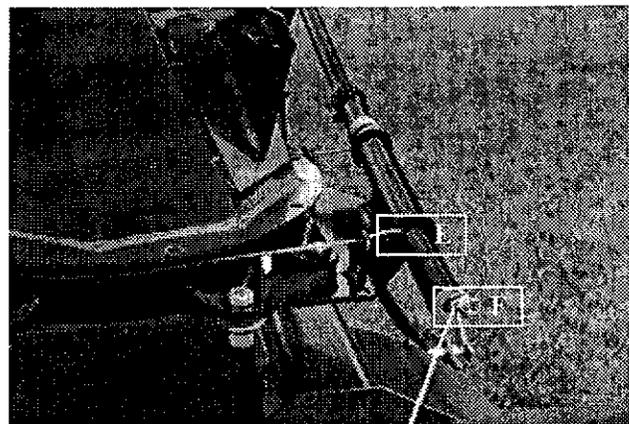

Figure 22
- 5) **Figure 22:** Insérer le câble dans la manivelle par le trou (E) et le sortir de la manivelle par le bout de celle-ci (F). Fixer solidement les deux câbles à l'aide du serre câble à la sortie de la manivelle (F).